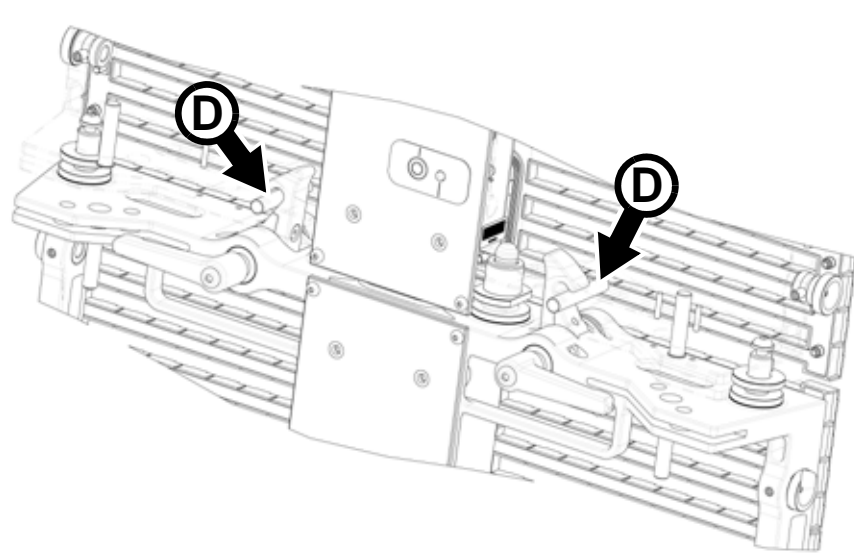

Figure 12: Crochets refermés sur les fixations (vue éclatée)
5. Voir Figure 12. Poussez le panneau en butée jusqu'à entendre les crochets se fermer nettement autour des fixations **D** du Bloc ou du panneau au dessus. Tirez le panneau vers le bas pour finir d'aligner les crochets autour des fixations **D**.